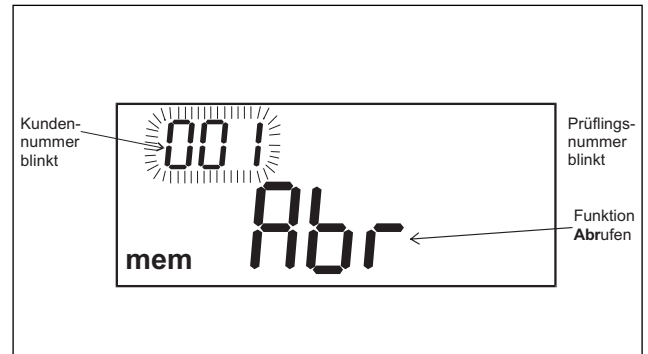

Abb. 9.45
- Die Taste **ABRUFEN** drücken, um die **Prüfungsnummer** auszuwählen (siehe Abb. 9.45).